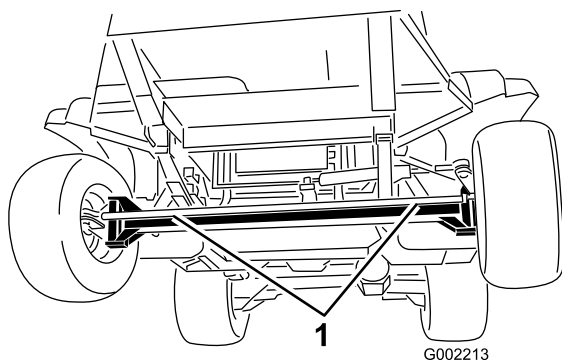
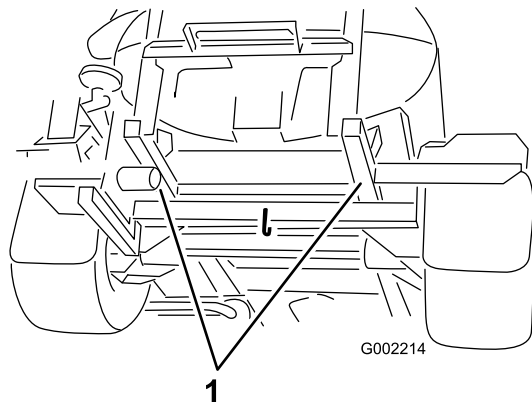

Figure 53
Figure 54
4. Accrochez un câble de remorquage au cadre ; voir les points de remorquage avant et arrière (Figure 53 et Figure 54).